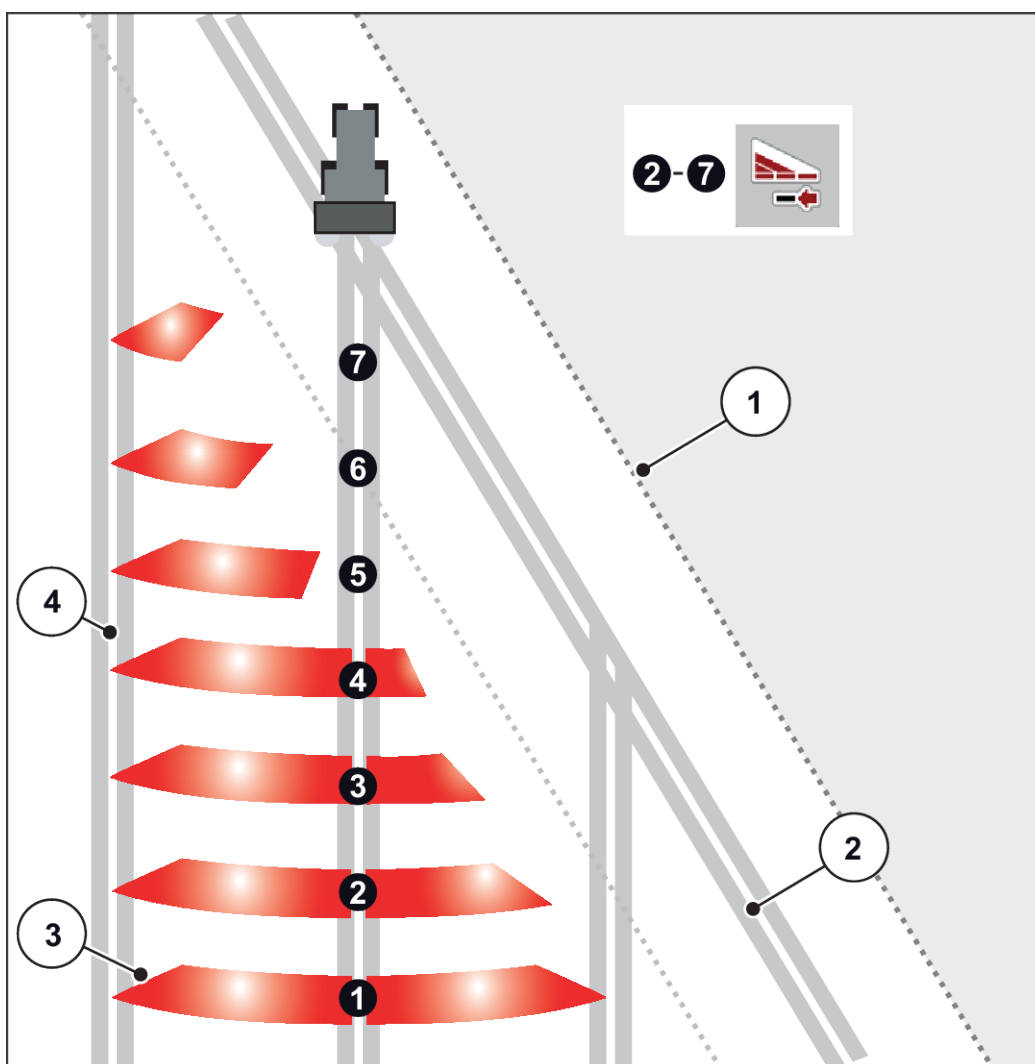

Fig. 42: Coupure de tronçons automatique
- La coupure de tronçons est possible de l'extérieur vers l'intérieur ou de l'intérieur vers l'extérieur. Voir Fig. 42 Coupure de tronçons automatique.